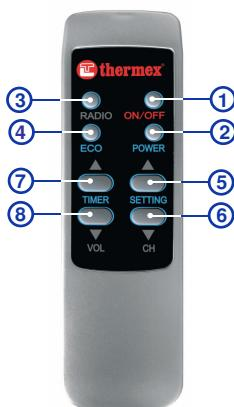

Fig. 5. Pupitre de télécommande des modèles « IB ».
7.2.9. Pupitre de télécommande des modèles « IB » (Fig. 5).
Figure 5: 1 – bouton « ON/OFF » / Marche/Arrêt, 2 – bouton « Power » / Sélection de puissance, 3 – bouton « RADIO » / radio FM, 4 – bouton « ECO », 5 – bouton « SETTING » / Sélection, 6 – bouton « CH », 7 – bouton « Timer », 8 – bouton « VOL ».